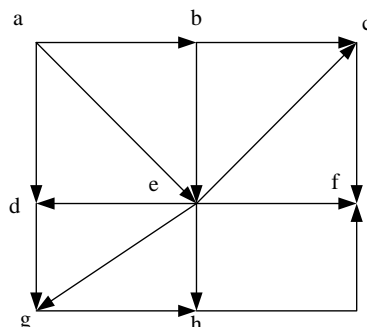

Рис. 3
3. Для направленного графа электрической сети, показанного на рис.3, выделить дерево и хорды, пронумеровать ветви, составить матрицы  $\mathbf{M}$ ,  $\mathbf{N}$ ,  $\dot{\mathbf{Y}}_y$  (последняя – в общем виде).